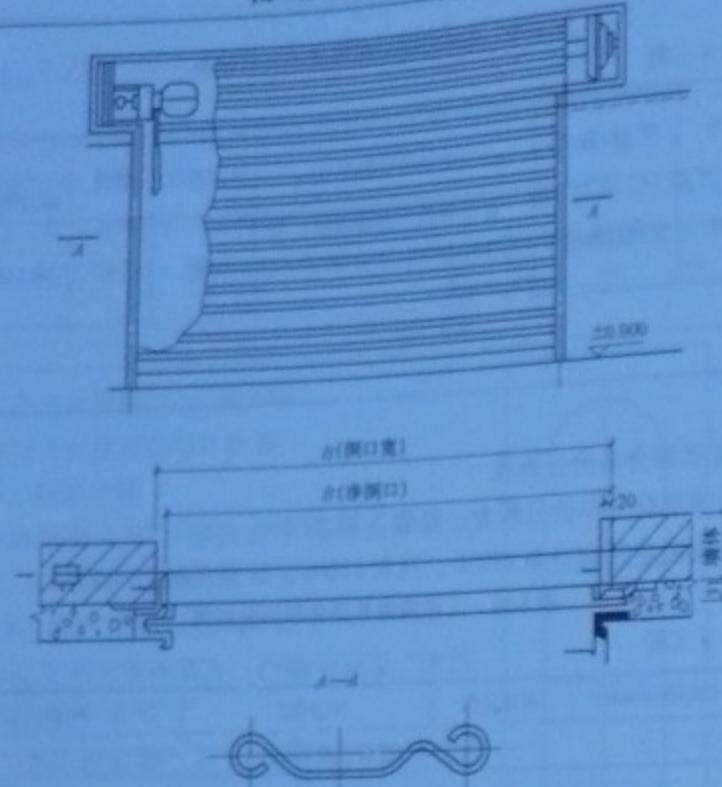

图 2-26 铝合金卷帘门简图
**【例 2-26】** 某工程有两樘卷闸门, 如图 2-26 所示, 卷闸门宽为 3500mm, 安装于洞口高 2900mm 的车库门口, 提升装置为电动。